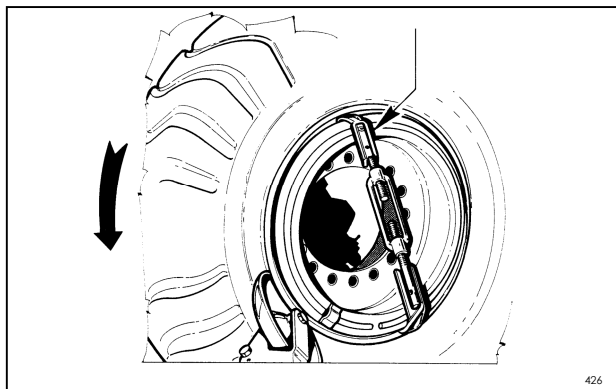

Рис.38
2. Установите инструмент вблизи закраины обода (Рис. 38). Когда стопорное кольцо захвачено бортом шины (на внедорожных шинах) для его демонтажа, необходимо прижимать кольцо к диску с помощью подходящего держателя #4007611 (на заказ).